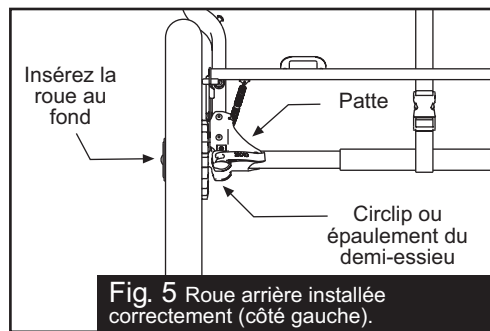
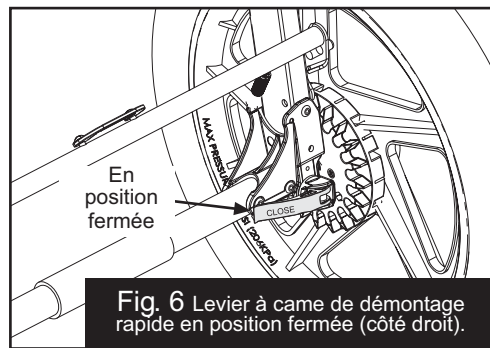
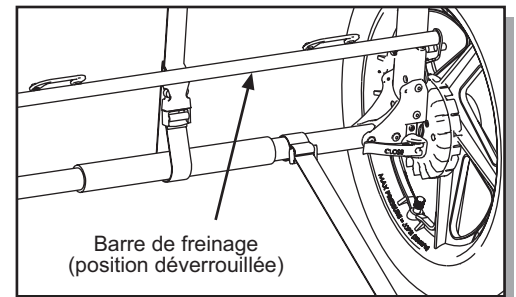

Fig. 5 Roue arrière installée correctement (côté gauche).
Fig. 6 Levier à came de démontage rapide en position fermée (côté droit).
Fig. 15 Frein de stationnement – position déverrouillée.
**4. LES ROUES ARRIÈRE :** Avant d'installer les roues arrière, placez la barre de freinage en position déverrouillée, tel qu'illustré à la figure 15. Placez le levier à came de démontage rapide de la roue arrière en position ouverte, tel qu'illustré à la figure 4. Insérez le demi-essieu de la roue arrière dans l'orifice qui se trouve à l'arrière de la patte. Si le demi-essieu ne s'insère pas facilement, desserrez à la main l'écrou de réglage du démontage rapide (Fig. 4). Remettez le demi-essieu dans la patte arrière en l'insérant complètement jusqu'à ce que l'épaulement du demi-essieu ou son circlip vienne toucher la patte (Fig. 5). Mettez le levier à came de démontage rapide en position fermée (Fig. 6). Le mot « CLOSE » devrait être clairement visible et le levier à came de démontage rapide devrait presque toucher la patte. Lorsque le levier est correctement réglé, il faudra appliquer une force considérable afin de réussir à le fermer (37 à 50 PSI ou 165 à 222 N.m). Si vous ne sentez pas cette résistance (trop lâche ou trop serré), ramenez le levier de démontage rapide en position ouverte (Fig. 4) et réglez l'écrou de réglage (dans le sens des aiguilles d'une montre pour serrer, dans le sens contraire des aiguilles d'une montre pour desserrer). Placez le levier à came de démontage rapide en position fermée (Fig. 6).
de verrouillage. Pour vous assurer que le frein est bien mis, essayez de faire rouler la poussette de l'avant vers l'arrière, et vice versa, après avoir mis le frein. Si la poussette ne bouge pas, le frein est bien mis. Pour relâcher le frein de stationnement, soulevez la pédale rouge de la barre de freinage avec votre pied jusqu'à ce qu'elle se replace en position de déverrouillage (Fig. 15).